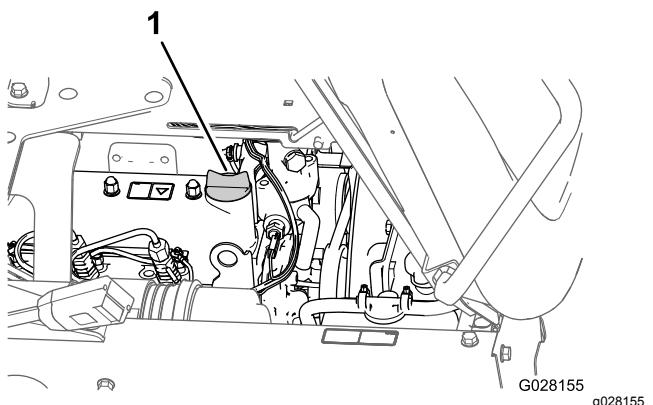

Figura 73
5. Retire el tapón de llenado de aceite del cuello de llenado de la tapa de válvulas del motor, y vierta lentamente aproximadamente el 80% de la cantidad especificada de aceite por el cuello de llenado (Figura 73).
8. Instale el tapón de llenado de aceite en el cuello de llenado (Figura 73).